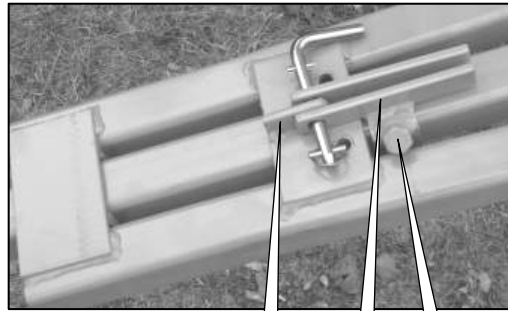

Fig. 2
- 2 Ritirare i carter di innesto a denti (A fig. 1) e allentare le viti di sicurezza d'innesto a denti (B fig. 2).
- 5 Brocher la pièce E (fig. 2) dans la chape F (fig. 2) et serrer la vis G (fig. 2).